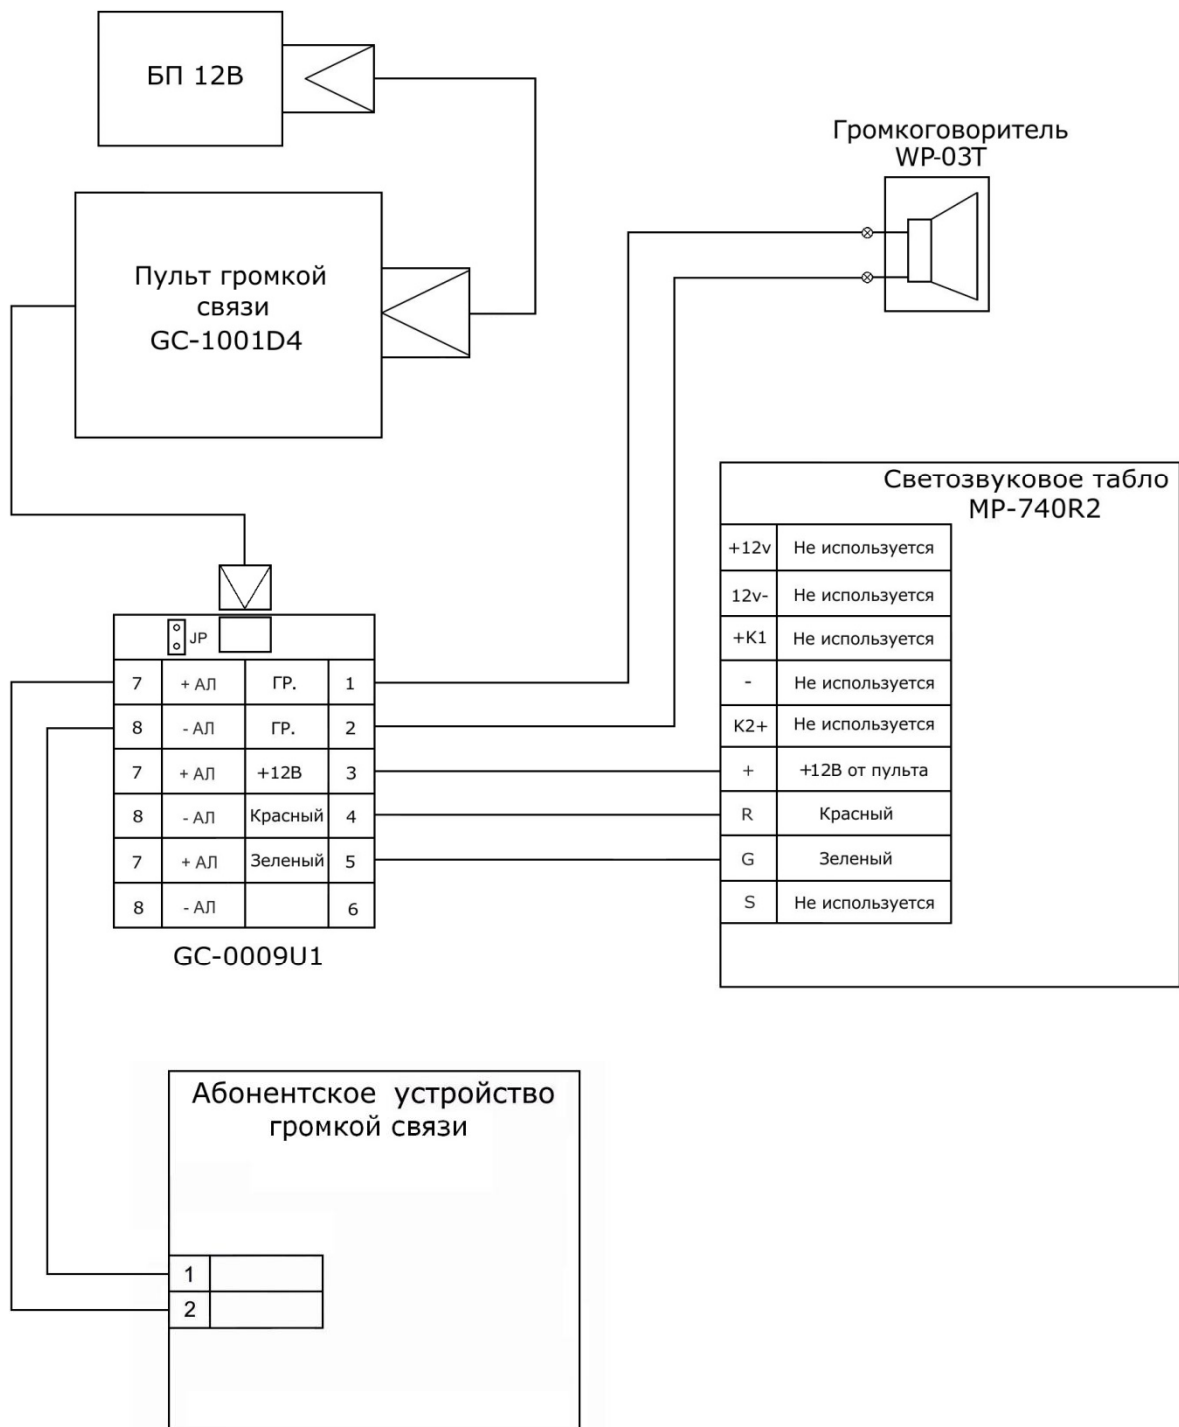

Рисунок 6.3. Схема соединений комплекта MP-912W2
1. Проложить 4-х проводный соединительный кабель, входящий в комплект поставки, от пульта громкой связи GC-1001D4 к светозвуковому табло MP-740R2 и подключить в соответствии с таблицей 6.2. и схемой соединений на рис.6.3. Максимальная длина кабеля между пультом громкой связи и светозвуковым табло – 50 м.
Схема соединений комплекта приведена на рис.6.3.